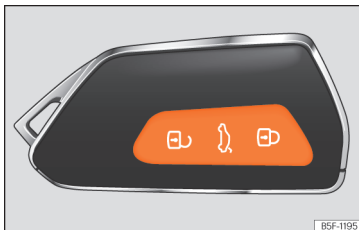

Fig. 75 Remote control key: keys.
- Lock: press the  »» **Fig. 75** button.